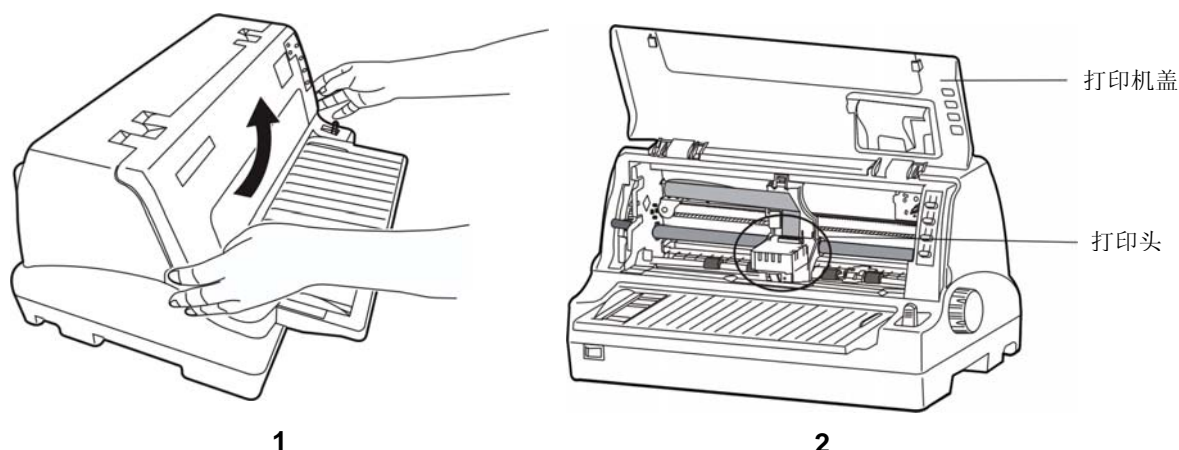

图 2-8 打开打印机盖
2. 用双手按住打印机盖左右两侧的凹位向上打开打印机盖（如图 2-8 所示）。
4. 将打印头移到打印机中间（如图 2-8 〈2〉所示）。